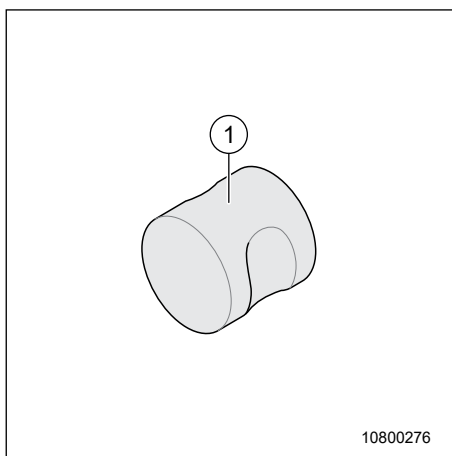

Fig. 80 Verrou rotatif
1. Tourner le verrou tournant (Fig. 80, pos. 1) pour ouvrir ou fermer la porte.